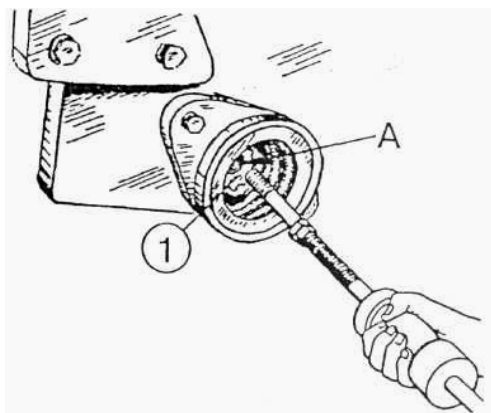

Рисунок 5.2
- в) ввинтите в резьбовое отверстие «А» (рисунок 5.2) в торце торсиона 1 съемное приспособление или болт М10 длиной 150...200 мм и демонтируйте торсион 1 вместе с кольцом;